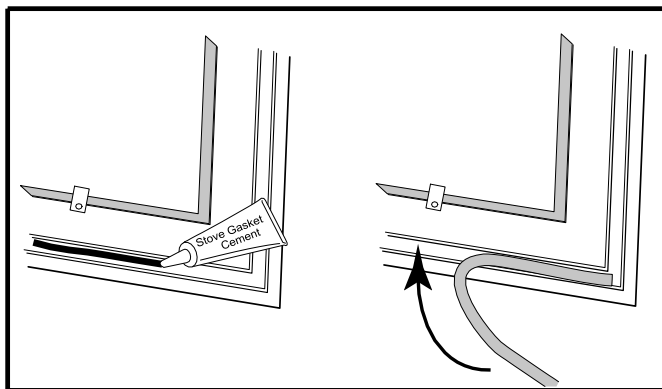

Рис. 45 Распределите прокладочный цемент и приклейте прокладку на место.
5. На очищенный канал (выемку) положите клей для укладки прокладок 1/8" (3 мм) (Рис. 45)
6. Начиная с одного конца, приклейте прокладку (рис.45). Не перетяните концы прокладки, лучше оставьте концы не выровненными.